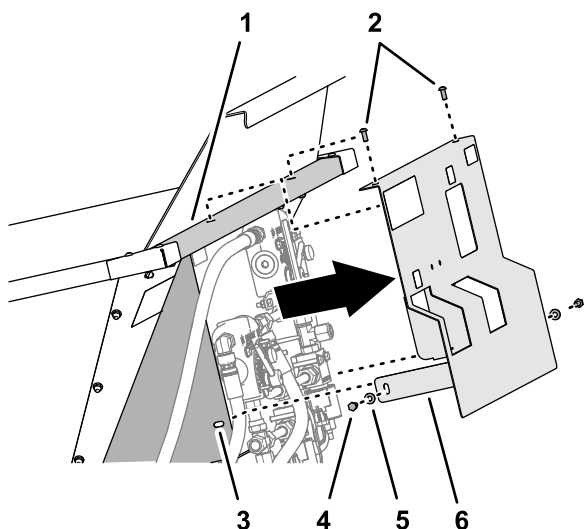

Рисунок 25
- Совместите отверстия в кожухе гидравлической части с отверстиями в опоре крепления клапана и передней стенке бункера (Рисунок 25).
- Прикрепите кожух гидравлической части к стенке бункера (Рисунок 25) при помощи 2 винтов с полукруглыми головками, снятых при выполнении действий, описанных в разделе Снятие кожуха гидравлической части пескователя (страница 9).